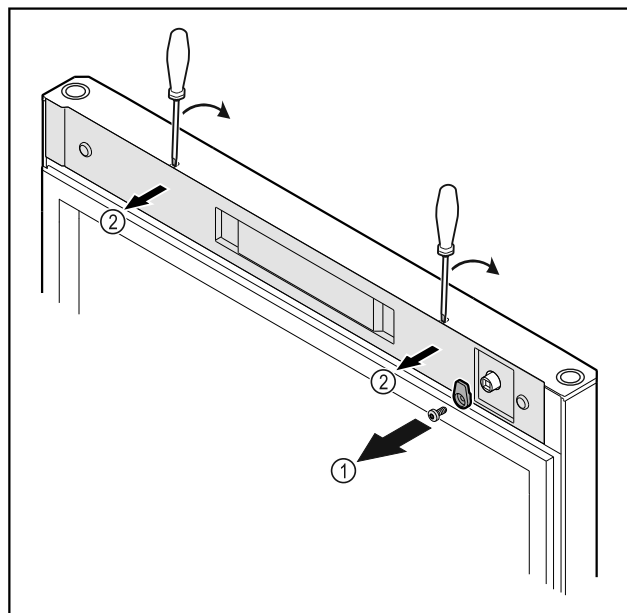

Fig. 53
- Odkręcić haczyk zamykający Fig. 53 (1).
- Ostonkę Fig. 53 (2) podważyć małym śrubokrętem i zdjąć.